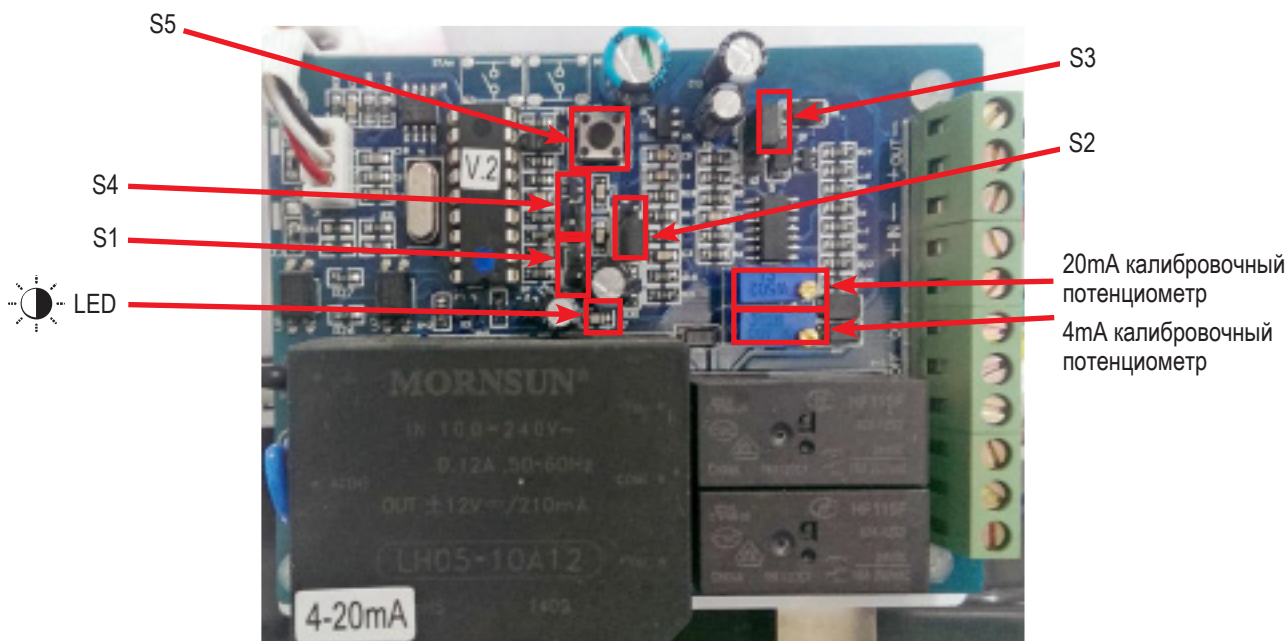

Рис.2 Плата управления электропривода однофазного серии ОМ
- Нажмите кнопку S5 (см. рис. 2) и удерживайте 3 секунды, привод автоматически отрегулируется и запустится на полный ход.